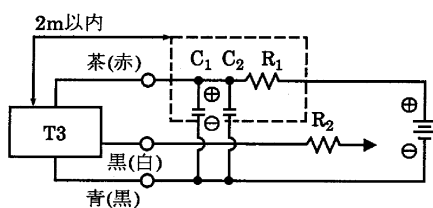

図7
- リード線配線長が10mを越える場合は、図5、6(T2Y※の場合)、図7(T3Y※の場合)に示す保護回路を必ず設けてください。